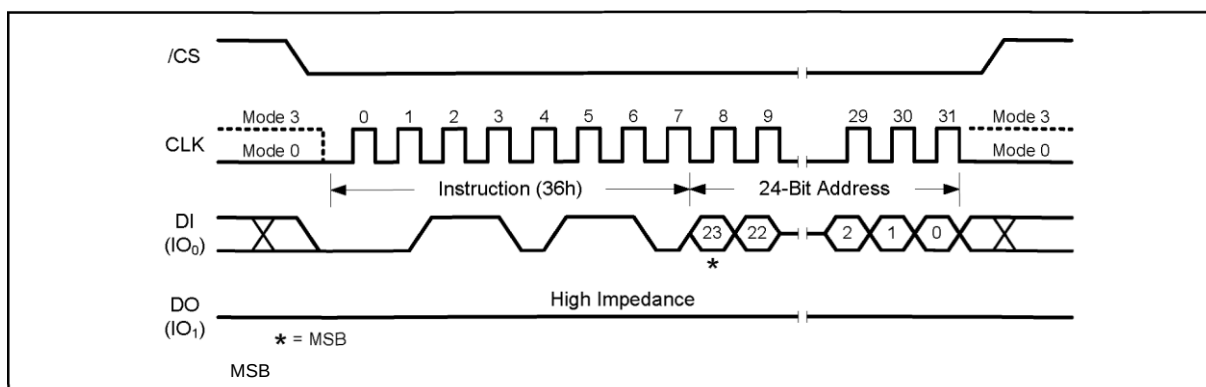

Рисунок 41 – Диаграмма инструкции Individual Block/Sector Lock
Для блокировки конкретного блока или сектора должна быть подана команда Individual Block/Sector Lock, для чего нужно подать низкий уровень /CS, передать код инструкции "36h" на контакт Data Input (DI) по нарастающему фронту CLK, затем 24-битный адрес, а затем подать высокий уровень /CS, как показано на рис. 41. Прежде чем устройство примет инструкцию блокировки отдельных блоков/секторов Individual Block/Sector Lock, должна быть выполнена инструкция Write Enable (бит регистра состояния Status Register WEL=1).